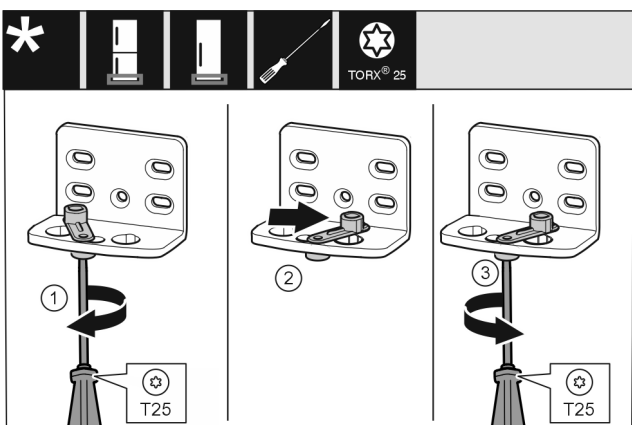

Fig. 14
- ▶ Schroef met de schroevendraaier T25 losdraaien. Fig. 14 (1)
- ▶ Deursluidhulp optillen en 90° naar rechts in de opening draaien. Fig. 14 (2)
- ▶ Schroef met schroevendraaier T25 vastschroeven. Fig. 14 (3)